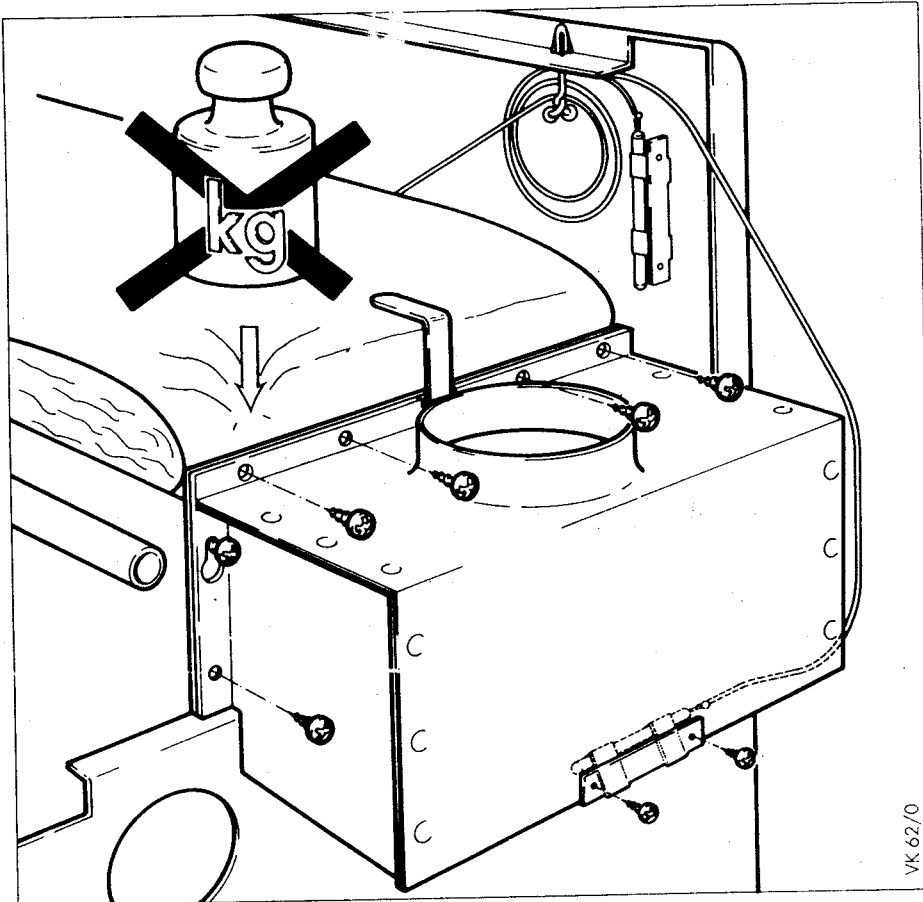

Рис. 2
- Укрепить его, как показано на рис. 2 с помощью прилагаемых винтов с крестообразными шлицами для крепления листового металла.